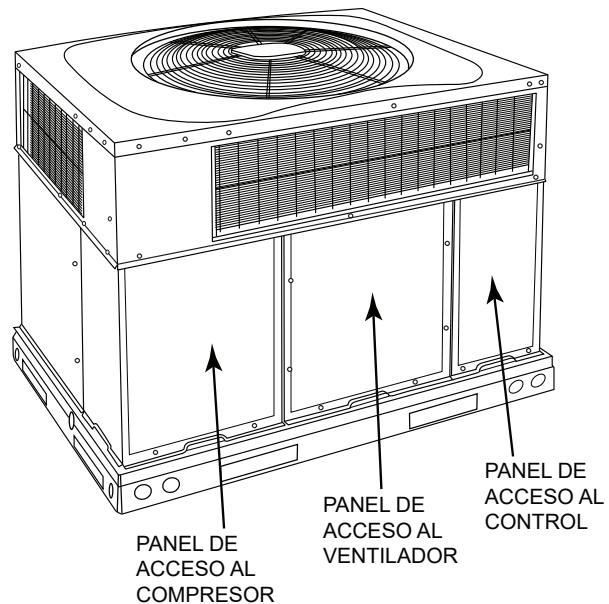

Fig. 22 – Paneles de acceso de la unidad
- a. Quite el panel de acceso del ventilador (consulte la Fig. 22).
- g. Vuelva a instalar el panel de acceso del ventilador (consulte la Fig. 22).
Quite el panel de acceso del ventilador (consulte la Fig. 22). Los interruptores limitadores se encuentran en la partición del ventilador.
Quite los paneles de acceso (consulte la Fig. 22) para localizar todos los controles eléctricos y el cableado. Compruebe que todas las conexiones eléctricas estén apretadas. Apriete todas las conexiones con tornillos. Si encuentra conexiones quemadas o con humo, desmonte la conexión, limpie todas las piezas, vuelva a pelar el extremo del cable y vuelva a montar la conexión de manera adecuada y segura.